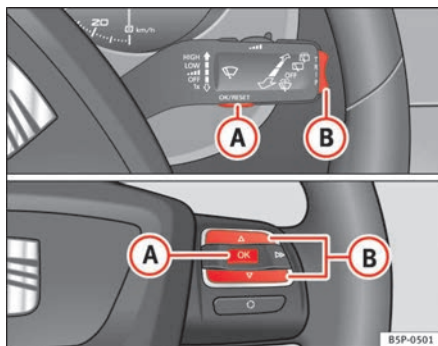

Abb. 38 Schaltwippen A und B. Bedienelemente am Lenkrad.
Ist demnächst ein Service fällig, erscheint in den Kilometeranzeigen eine **Service-Vorwarnung**. Es erscheint ein „Schraubenschlüssel“-Symbol und die Anzeige „km“ mit der Kilometerangabe, die bis zum fälligen Service-Termin gefahren werden kann. Nach etwa 10 Sekunden wechselt diese Anzeige. Es erscheint ein „Uhr-Symbol“ und die Anzahl der Tage bis zum fälligen Service-Termin. Der Informationstext am Display* im Kombiinstrument lautet: **SERV. IN... KM ODER... TAGEN**. Etwa 20 Sekunden nach Einschalten der Zündung oder bei laufendem Motor erlischt die Service-Meldung. Sie können auch durch Drücken des Rückstellknopfes des Kurzstreckenzählers oder durch Drücken der Wippe der MFA ⇒ Seite 62, Abb. 38 ⑧ in die Normalanzeige schalten.
- Zum Umschalten von einem Speicher auf einen anderen drücken Sie bei eingeschalteter Zündung kurz die Taste \Rightarrow Abb. 38 **A** am Scheibenwischerhebel oder die Taste **A** der Bedienelemente am Lenkrad \Rightarrow Abb. 38.